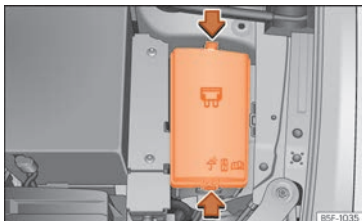

Abb. 51 Im Motorraum: Abdeckung des Sicherungskasten.
- Drücken Sie die Verriegelungslaschen, um die Abdeckung des Sicherungskastens zu entriegeln » **Abb. 51**.